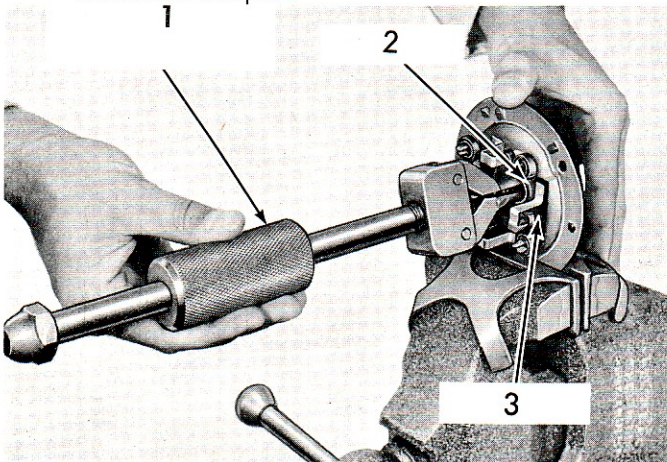

Fig. 40.
6. Remplacer le palier collecteur si les isolants des porte-balais isolés sont défectueux (Voir Fig. 40).
1. **Démarrateurs Ø115 mm.** Extraire le coussinet du palier collecteur à l'aide de l'extracteur NO.7600E ou No. 954. Voir Fig. 40.